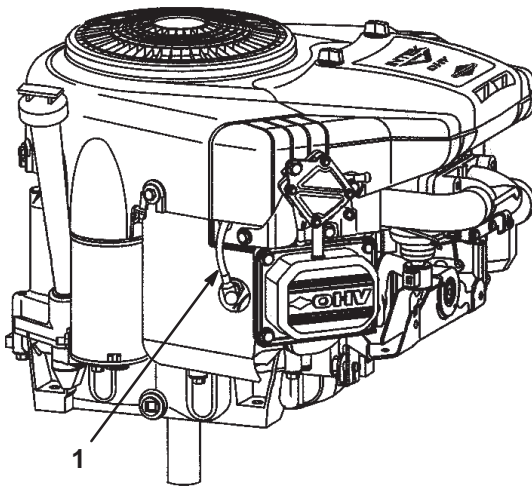

Bild 29
3. Ziehen Sie das/die Zündkabel von der(n) Zündkerze(n) (Bild 29). Reinigen Sie den Bereich um die Zündkerze(n), um zu verhindern, dass Schmutz in den Motor fallen und Schäden verursachen kann.
3. Drücken Sie das/die Zündkabel auf die Zündkerze(n) (Bild 29).